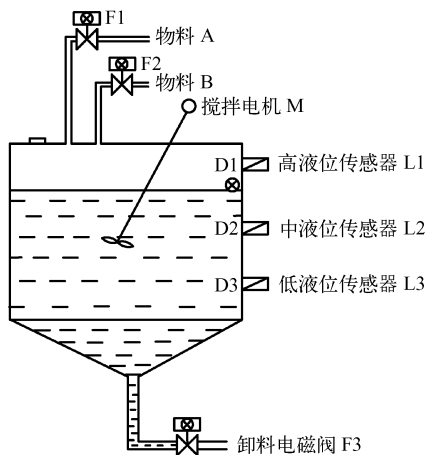

图 5-21 液体混合装置示意图
**【例 5.3】** 液体混合装置示意图如图 5-21 所示，上限位、下限位和中限位液位传感器被液体淹没时为 1 状态，阀 F1、阀 F2 和阀 F3 为电磁阀，线圈通电时打开，线圈断电时关闭。开始时容器是空的，各阀门均关闭，各传感器均为 0 状态。按下启动按钮后，打开阀 F1，液体 A 流入容器，到中限位开关变为 ON 时，关闭阀 F1，打开阀 F2，液体 B 流入容器。液面升到上限位开关时，关闭阀 F2，电机 M 开始运行，搅拌液体，10s 后停止搅拌，打开阀 F3，放出混合液，当液面降至下限位开关之后再过 3s，容器放空，关闭阀 F3，程序再打开阀 F1，又开始下一周期的操作。按下停止按钮，放完液体立刻停在初始状态。试根据上述控制要求，用置位/复位指令完成梯形图设计。